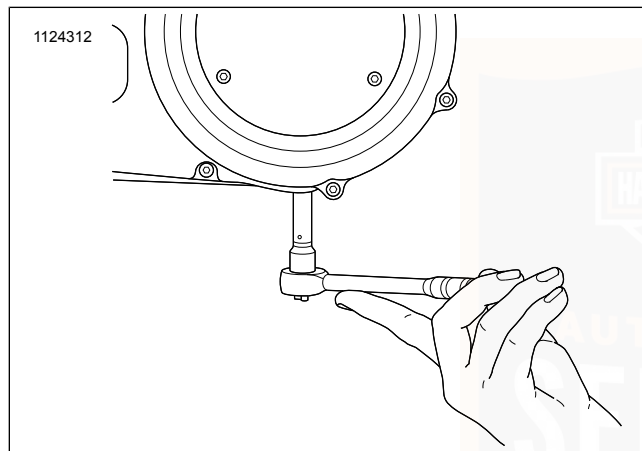

Abbildung 68. Ausbau/Einbau der Kettengehäuse-Ablassschraube
3. Siehe Abbildung 68. Das Primärkettengehäuse entleeren.